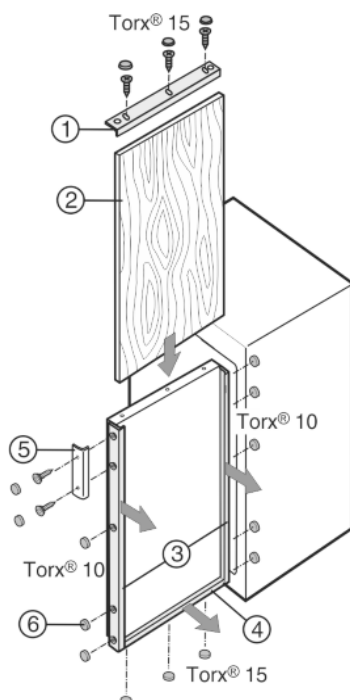

Fig. 39
- Dévisser les cadres d'habillage Fig. 39 (1) en haut.
- Sur les autres cadres d'habillage Fig. 39 (3, 4), ne dévisser que les vis et tirer les cadres d'habillage vers l'avant.
- Insérer le panneau décor Fig. 39 (2).
- Repousser et revisser les cadres d'habillage Fig. 39 (3, 4).
- Revisser les cadres d'habillage Fig. 39 (1) en haut.
- Visser la poignée Fig. 39 (5).
- Clipser les caches Fig. 39 (6) sur toutes les tête de vis.